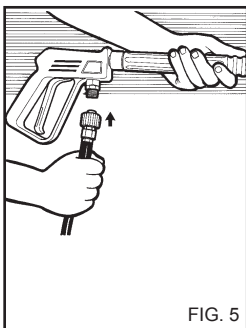

FIG. 5
Conectar el tubo de alta presión a la hidrolimpiadora (fig. 4C) y a la lanza (fig. 5).
- 3) Descargar la presión del tubo A.P. apretando la palanca de la pistola (fig. 5A9).